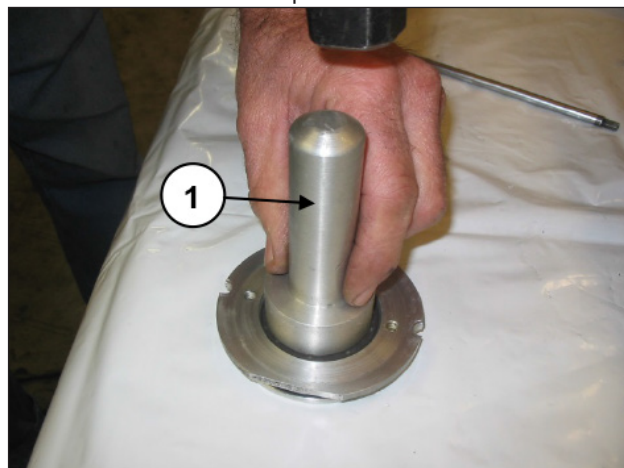

Fig. 117
Montare il paraolio nel coperchio paraolio (pos. ①, Fig. 117) mediante l'utilizzo di un tampone cod.27910900.